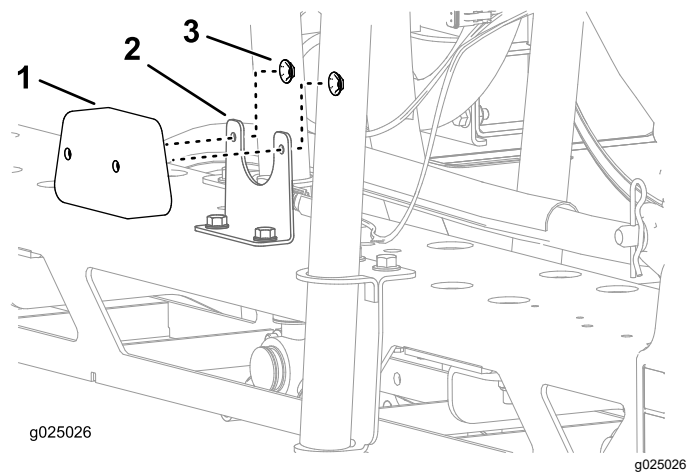

Figure 2
3. Placez le feu arrière sur son support et fixez-le à l'aide de 2 écrous en acier estampé, comme montré à la Figure 2.